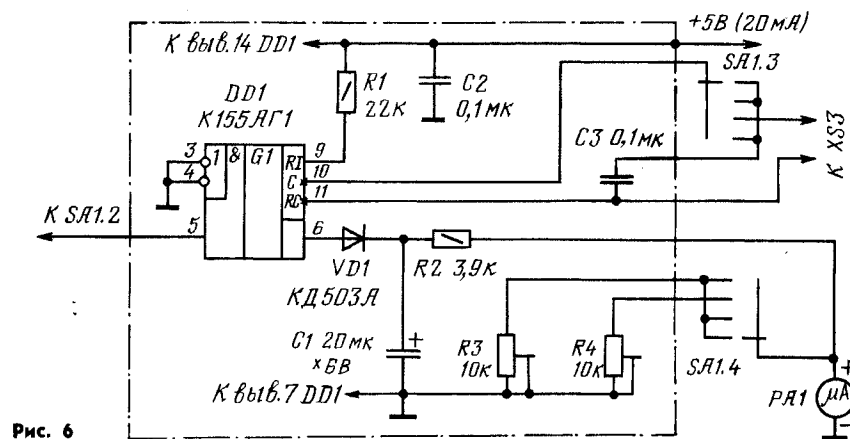

Рис. 6
Измерительный модуль (рис. 6) содержит одновибратор на микросхеме DD1 с образцовым конденсатором C3, выпрямитель на диоде VD1 и микроамперметр PA1. Подстроечными резисторами R3 и R4 калибруют прибор в режимах измерения частоты и емкости соответственно. Диод VD1 устраняет влияние измерительного узла на одновибратор, конденсатор C1 предотвращает дрожание стрелки микроамперметра PA1 на частотах менее 20 Гц.
Налаживание устройства начинают с формирователя импульсов U1 (рис. 2): подстроечным резистором R6 добиваются напряжения +2,5 В на выводе 1 элемента DD1.1, что соответствует его работе в режиме линейного усиления. Затем в положении «к, F₀» переключателя SA1 подстроечным резистором R3 в измерительном модуле (рис. 6) устанавливают стрелку микроамперметра PA1 на конечную отметку шкалы (100). В заключение переводят переключатель SA1 в положение «С_х», а переключатель SA2 — в положение, соответствующее емкости подключенного к гнездам XS3 образцового конденсатора, и подстроечным резистором R4 в измерительном модуле добиваются отклонения стрелки микроамперметра PA1 до нужной отметки.
Примечание редакции. Для улучшения работы измерительного узла конденсатор C1 (рис. 6) целесообразно подключить параллельно микроамперметру. Советуем также учесть рекомендации по изготовлению печатной платы формирователя U2 (рис. 3), приведенные в [3] (в этой статье формирователь назван высокочастотным делителем). Радио 8 с. 8—12Д; 19Д; 21Д ФЗ Л1—7 Пособи